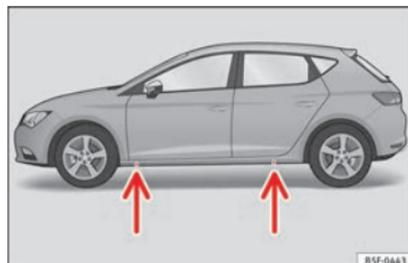

Fig. 186 Traversa: segni.
- Individuare nel longherone il punto di appoggio (zona avvallata) più vicino alla ruota da sostituire » » » **fig. 186**. Il punto di appoggio per il cric* si dopo la tacca presente sul longherone.